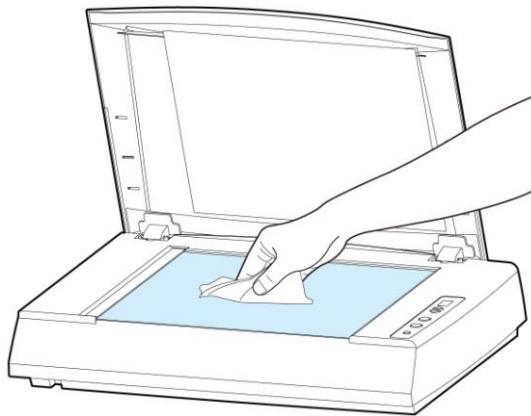

Figura 6-1 La limpiada área
- 2) Abra la carcasa de documentos como se muestra en la Figura 6-1. Limpie el cristal de documentos.